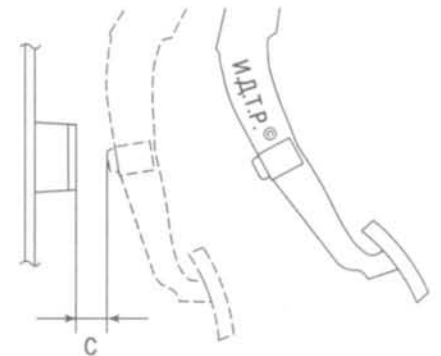

Рис. 6.10. Проверка положения педали сцепления, при котором сцепление полностью выключается
2. Проверьте положение педали сцепления, при котором сцепление полностью выключается. Определите расстояние С (рис. 6.10) от упора педали до ограничителя хода педали сцепления в момент выключения сцепления, оно должно быть не менее 13,5 мм.